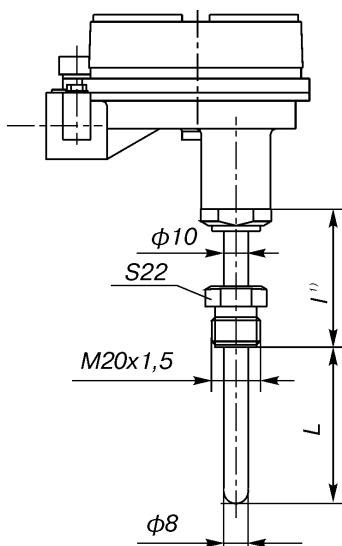

Рис.24. (ост.см.рис.7), (штуцер подвижный)
³⁾ I=120, 160, 200 мм (см. ссылку ¹⁾) для ТХАУ Метран-271-Exd по рис.24.
I=80 мм для ТСМУ Метран-274-Exd, ТСПУ Метран-276-Exd по рис.24.
- 24¹⁾** по рис.24